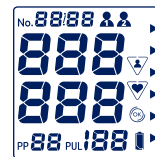

Figure 1
- Mettez l'appareil sous tension en appuyant sur la touche Start/Stop. L'affichage suivant apparaît (Figure 1) :